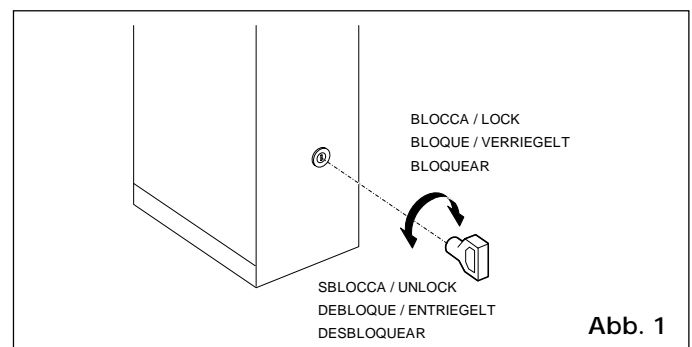
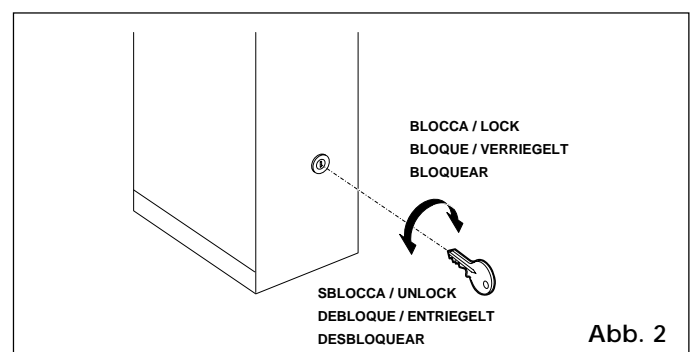

Abb. 1
Abb. 2
- Den Dreieck- (Abb.1) bzw. persönlichen Entriegelungsschlüssel (Abb.2) in das Schloß einstecken und um 1 Umdrehung gegen den Uhrzeigersinn drehen.